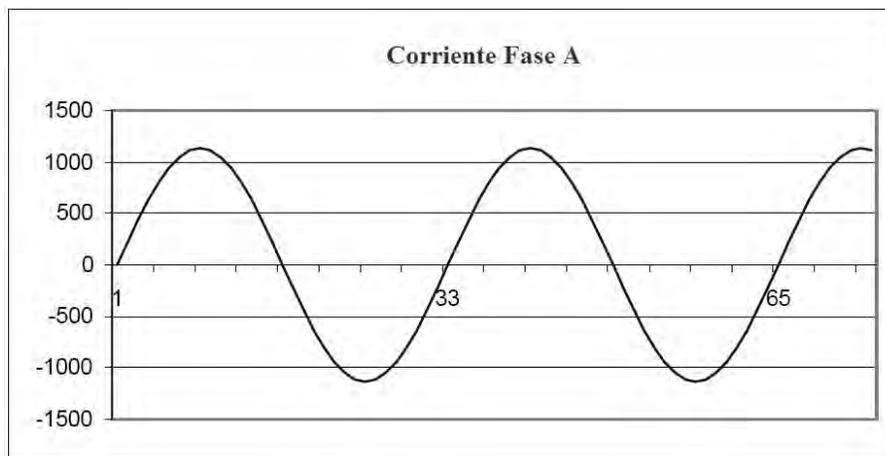

Figura 1.10: Forma de Onda de Corriente no Distorsionada
- La distorsión armónica es sobre todo el resultado de altas concentraciones de cargas no lineales. Los dispositivos tales como fuentes de alimentación de computadoras, controladores de velocidad variable y los balastros electrónicos de lámparas fluorescentes hacen demandas de corriente que no emparejan la forma de onda sinusoidal de la electricidad en CA. Como resultado, la forma de onda corriente que alimenta estas cargas es periódica pero no sinusoidal. La figura 1.10 muestra una forma de onda de corriente sinusoidal normal. Este ejemplo no tiene distorsión.
- La figura 1.11 muestra una forma de onda de corriente con una pequeña cantidad de distorsión armónica. La forma de onda sigue siendo periódica y está fluctuando normal a 60 Hertz de frecuencia. Sin embargo, la forma de onda no es una forma sinusoidal lisa como puede verse en la figura 1.10.